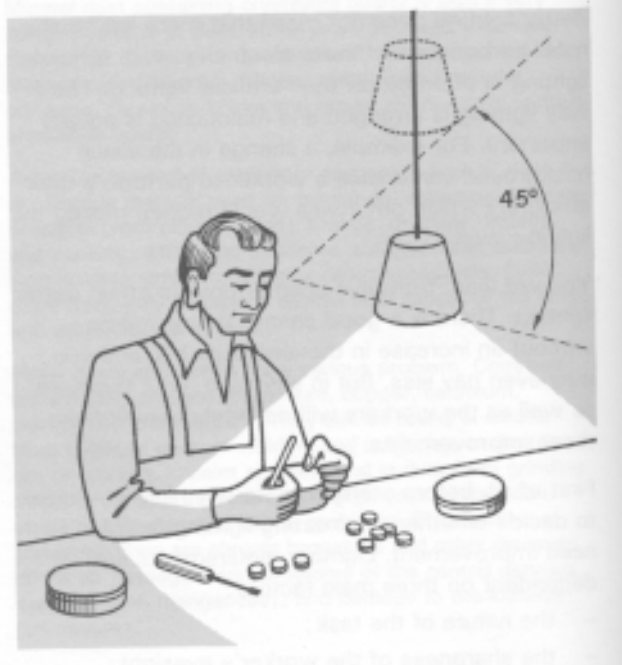

Рис. 85
- абажуры должны подвешиваться либо достаточно низко для того, чтобы все яркие поверхности были полностью скрыты, либо на достаточной высоте, так чтобы они выходили за рамки обычного поля зрения (рис. 85).